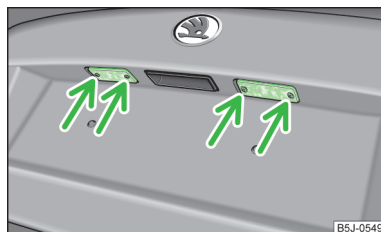

Fig. 163
- › Deschideți capota portbagajului și deșurubați apărătoarea din sticlă » fig. 163.